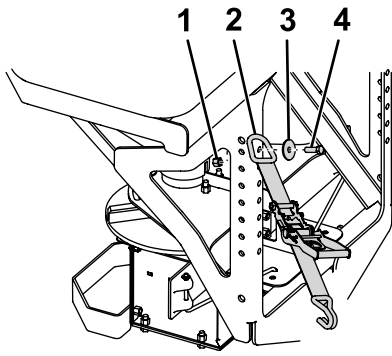

Figura 5
1. Conecte el anillo en D de las correas con trinquete a los orificios superiores del exterior del bastidor del esparcidor con un perno ($\frac{1}{2}$ "), una arandela ($\frac{1}{2}$ ") y una contratuerca ($\frac{1}{2}$ "), y apriete los pernos a 76 N·m (56 pies-libra) como se muestra en la Figura 5.